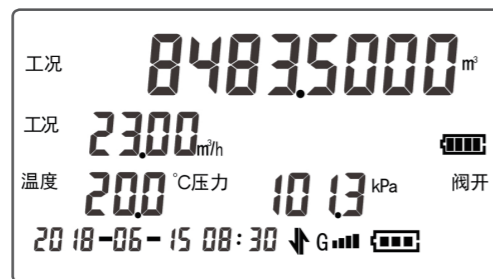

图 5
c. 未开户时，第三屏界面如图 5 所示，分别显示工况总量、工况流量、温度、压力、时间以及电池等信息。未开户“开户”不显示。